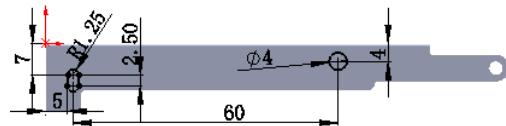

图 12.5.15 横断面草图
② 定义横断面草图。在草图环境中绘制图 12.5.15 所示的横断面草图。
(3) 定义切除深度属性。在“切除一拉伸”对话框 **方向1** 区域的 **下拉列表** 中选择 **完全贯穿** 选项，选中 **正交切除(N)** 复选框。
(4) 单击 **确定** 按钮，完成切除一拉伸 3 的创建。